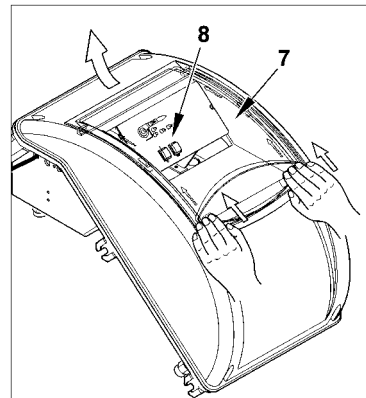

Figura 4
4) Per richiudere il coperchio del quadro elettrico, avvitarle le 4 viti (1) esercitando una coppia di serraggio di circa 5 Nm per assicurare la corretta tenuta. A questo punto, per accedere al pannello comandi (8), sganciare lo sportellino trasparente (7), esercitando una leggera pressione con le mani nella direzione delle frecce di figura 4, farlo scorrere per un breve tratto e separarlo dal coperchio.